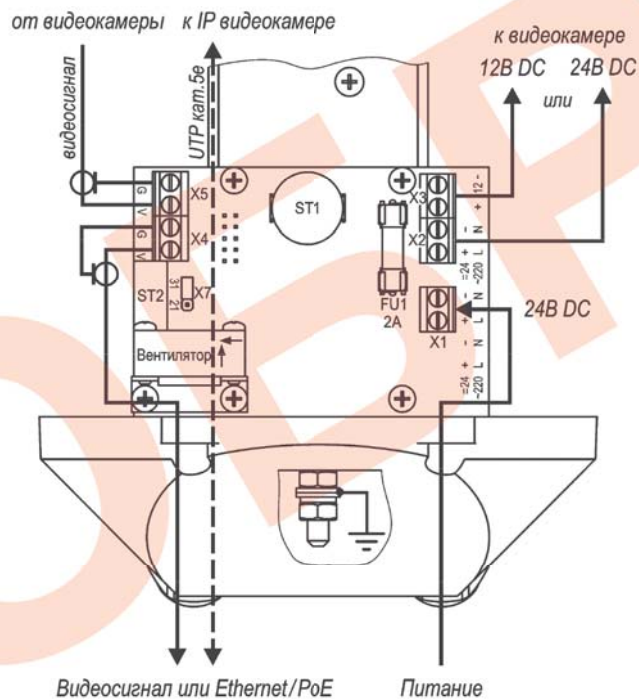

Рис.2 Подключение ТГБ-7-24/12(24)
4. Подсоединить видеокамеру к контактам платы коммутации в соответствии со схемой подключения (рис.2, 3 или 4).
5. Ввести через гермовводы внешние кабели (кабель видео или интерфейсный кабель и кабель питания) и подключить их к плате коммутации (рис.2 или 3).
Предприятием изготовителем джампер X7 установлен в положение «31» - мощность обогрева 31 Вт, для изменения мощности на 21 Вт джампер X7 необходимо переставить в положение «21» (см. рис.2 и 3).